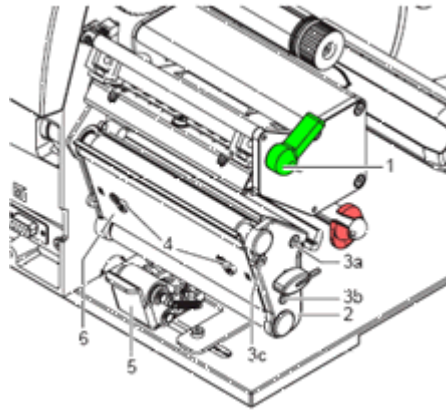

Abbildung 6
1. Andruckwalze (7) und Spendewalze (8) von den Wellen (9, 10) am Gehäuse abziehen.
3. Andruckwalze (7) und Spendewalze (8) auf die jeweilige Welle aufsetzen und leicht drehen bis der Sechskant der Welle in den Innensechskant der Walze greift.
4. Lagerplatte (2, Abbildung 6) ansetzen, mit Schrauben (3a, b, c, Abbildung 6) anschrauben und in der Reihenfolge a-b-c anziehen.
5. Spende- und Andruckwalzen (6, Abbildung 6) ansetzen und Schrauben (4, Abbildung 6) mit Sechskantschlüssel anziehen.